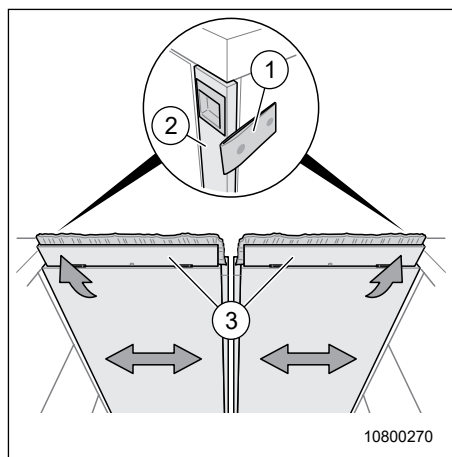

Fig. 67 Portes coulissantes vers la cabine
1. Ouvrir le bouton-pression de l'attache (Fig. 67, pos. 1) de la porte coulissante.
2. Fermer les portes coulissantes (Fig. 67, pos. 2).
3. Relever les joints à brosse (Fig. 67, pos. 3).
6. Rabattre les joints à brosse (Fig. 67, pos. 2) .
7. Rentrer les portes coulissantes (Fig. 67, pos. 1) .
8. Sécuriser les portes coulissantes avec les attaches (Fig. 67, pos. 1) .